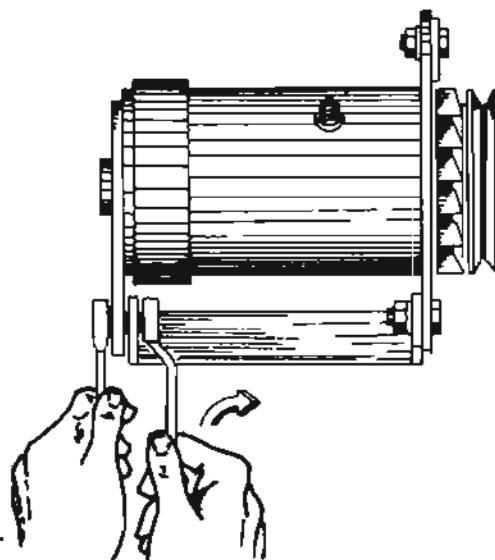

Fig.6
- c Suelte los tornillos de fijación de la dínamo y destensione la correa (fig. 6).